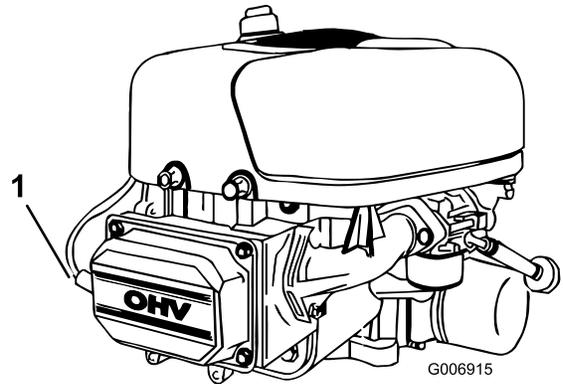

Bild 22
- Klemmen Sie das Zündkabel von der Zündkerze ab (Bild 22).
3. Schließen Sie den Zündkerzenstecker an die Zündkerze an (Bild 22).